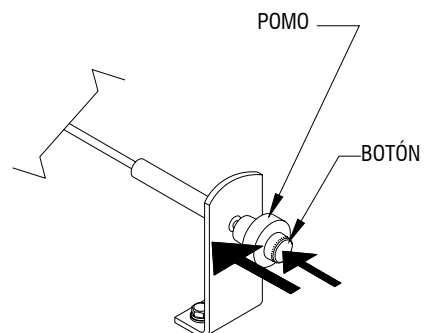

FIGURA 2-16: PARA COLOCAR LA PLATAFORMA EN LA CAJA
- 5) Consulte la **Figura 2-16**. Cuando la plataforma esté totalmente replegada, bloquéela pulsando el botón y el pomo de liberación hacia dentro. Suelte el botón a la vez que mantiene el pomo hacia dentro. Compruebe que la plataforma está bloqueada tirando de ella hacia el exterior de la caja; no debe moverse.